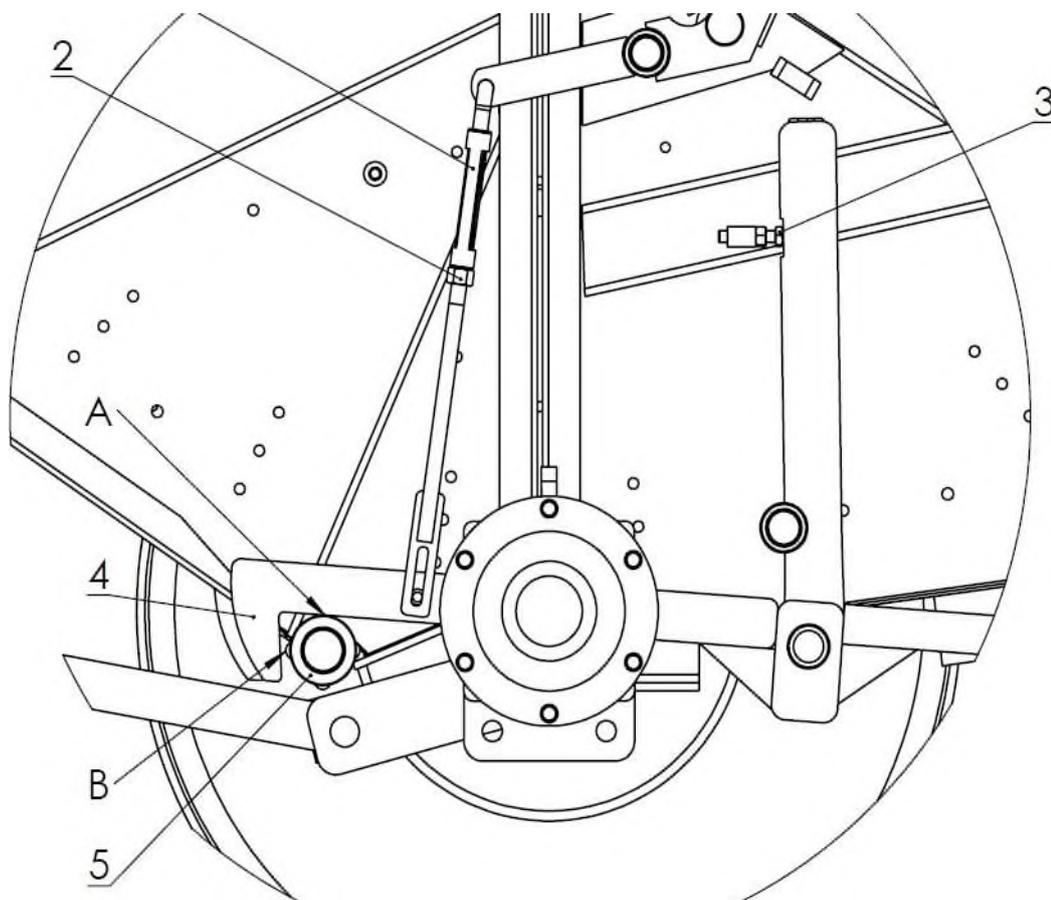

Рисунок 44. Регулировка замка
Для того, чтобы отрегулировать замок (рис. 44), ослабьте контргайку (2). Регулировочной гайкой (1) отрегулируйте просвет А, который должен быть равен от 0 мм до 2 мм. Ослабьте контргайку (2). Отвинтите немного контргайку регулировочного винта (3), находящегося с правой стороны пресс-подборщика. Регулировочной гайкой (3) отрегулируйте просвет Б, который должен быть равен от 2 мм до 5 мм. Проверьте правильность работы отрегулированного замка. Включить гидравлическую систему, подавая масло в цилиндры, открывающие заднюю крышку до момента начала ее открытия. В этот момент прервать подачу масла, выйти из кабины трактора и убедиться, что открывающаяся крышка не вызовет столкновения крюка (4) с втулкой (5). В случае выявления столкновения закрыть крышку и повторить регулировку с целью его исключения.